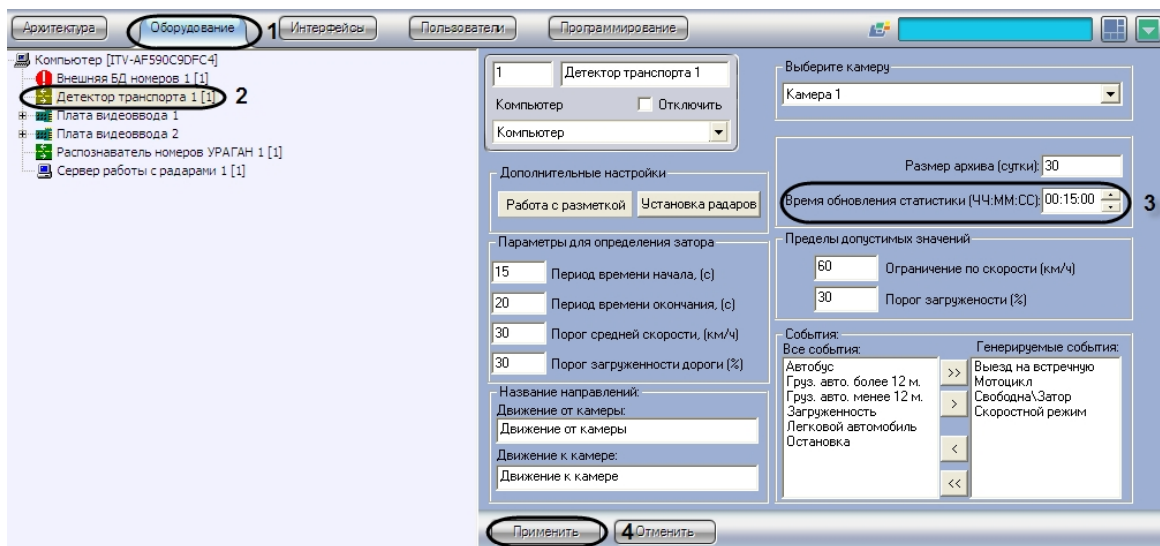

Рис. 64. Задание временного диапазона обновления статистики
2. В дереве объектов на вкладке «Оборудование» выбрать объект «Детектор транспорта», соответствующий настраиваемому программному модулю «Детектор транспорта». В правой части вкладки «Оборудование» отобразится панель настройки выбранного объекта (см. Рис. 64).